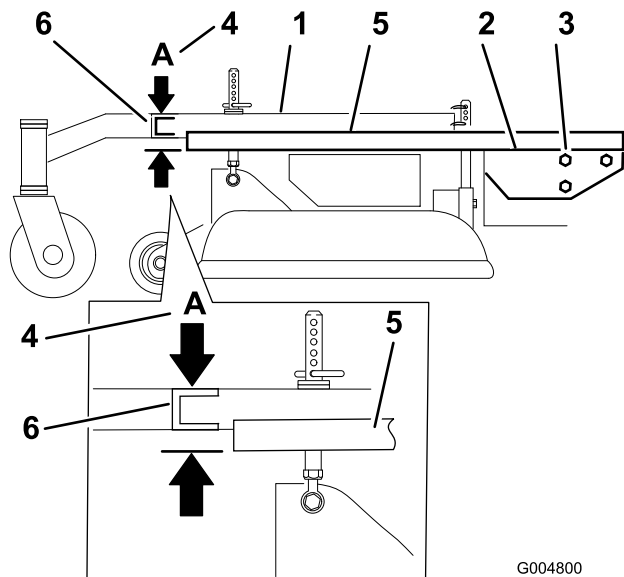

Figure 52
3. Placez une longue planche, ou autre objet similaire parfaitement droit en haut du plancher moteur, comme illustré à la Figure 52.
4. Au niveau du tube transversal du bâti porteur, mesurez la hauteur au point **A** (Figure 52).
6. Desserrez les boulons de montage du bâti porteur de chaque côté de la machine (Figure 52).
7. Alignez le bâti porteur et le plancher moteur à la même hauteur qu'au point **A**, soit $33 \text{ mm} \pm 6 \text{ mm}$ (Figure 52).